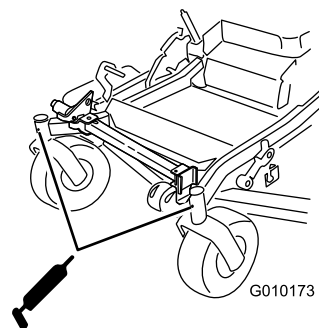

Figure 45
9. Sortez le graisseur Zerk de l'orifice. Remettez le bouchon hexagonal et le capuchon antipoussière en place (Figure 45).